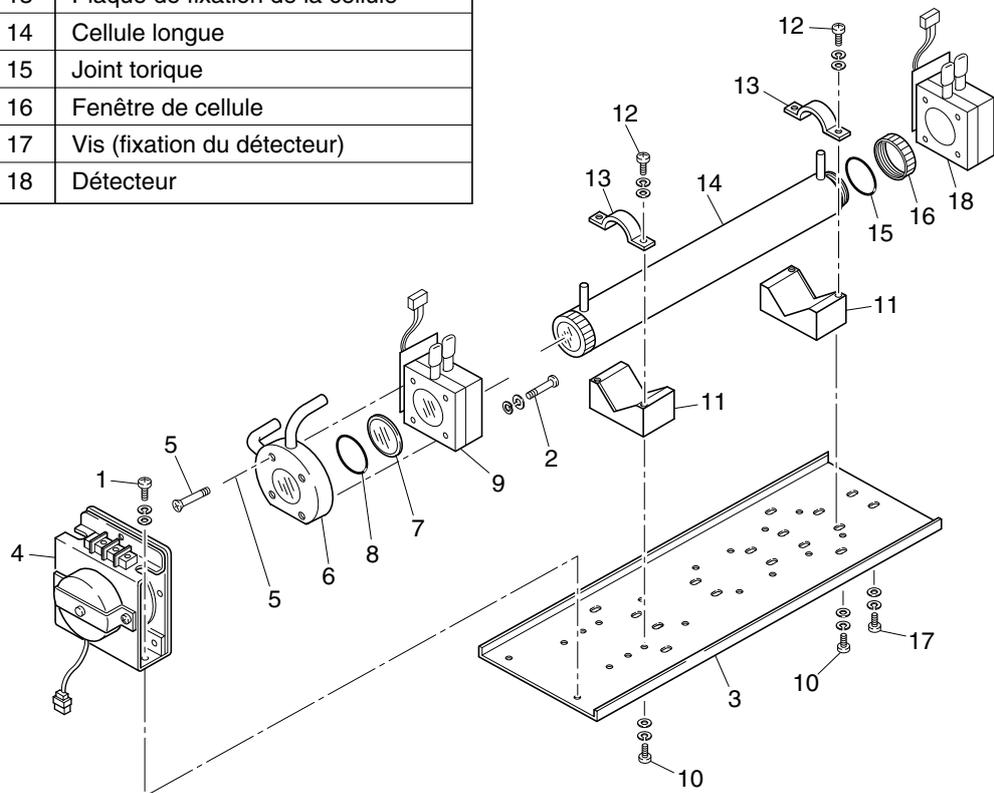

Fig. 7-3 Configuration de l'unité de mesure
3) Démontage de l'ensemble de mesure (Fig. 7-3)